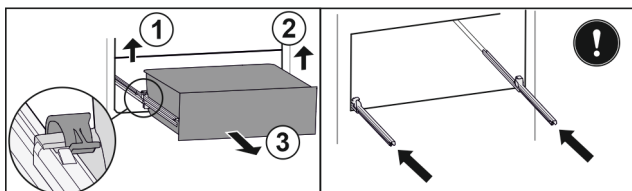

Fig. 131
- Podnieść lewy zacisk i wysunąć jednocześnie szufladę po lewej do przodu. Fig. 131 (1)
- Podnieść prawy zacisk i wysunąć jednocześnie szufladę po prawej do przodu. Fig. 131 (2)
- Wyjąć szufladę do przodu. Fig. 131 (3)